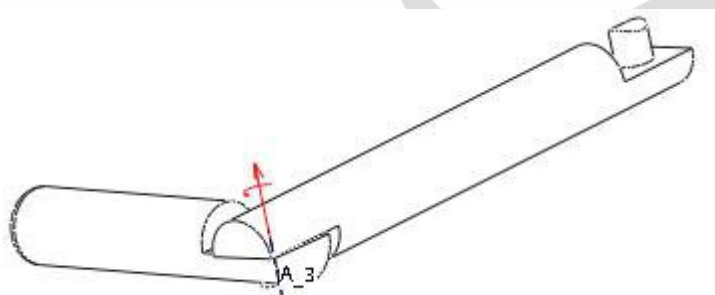

图 15-9 显示“销钉”连接符号
4. 完成上述操作，模型中显示“销钉”连接符号，系统显示连接定义完毕，如图 15-9 所示。